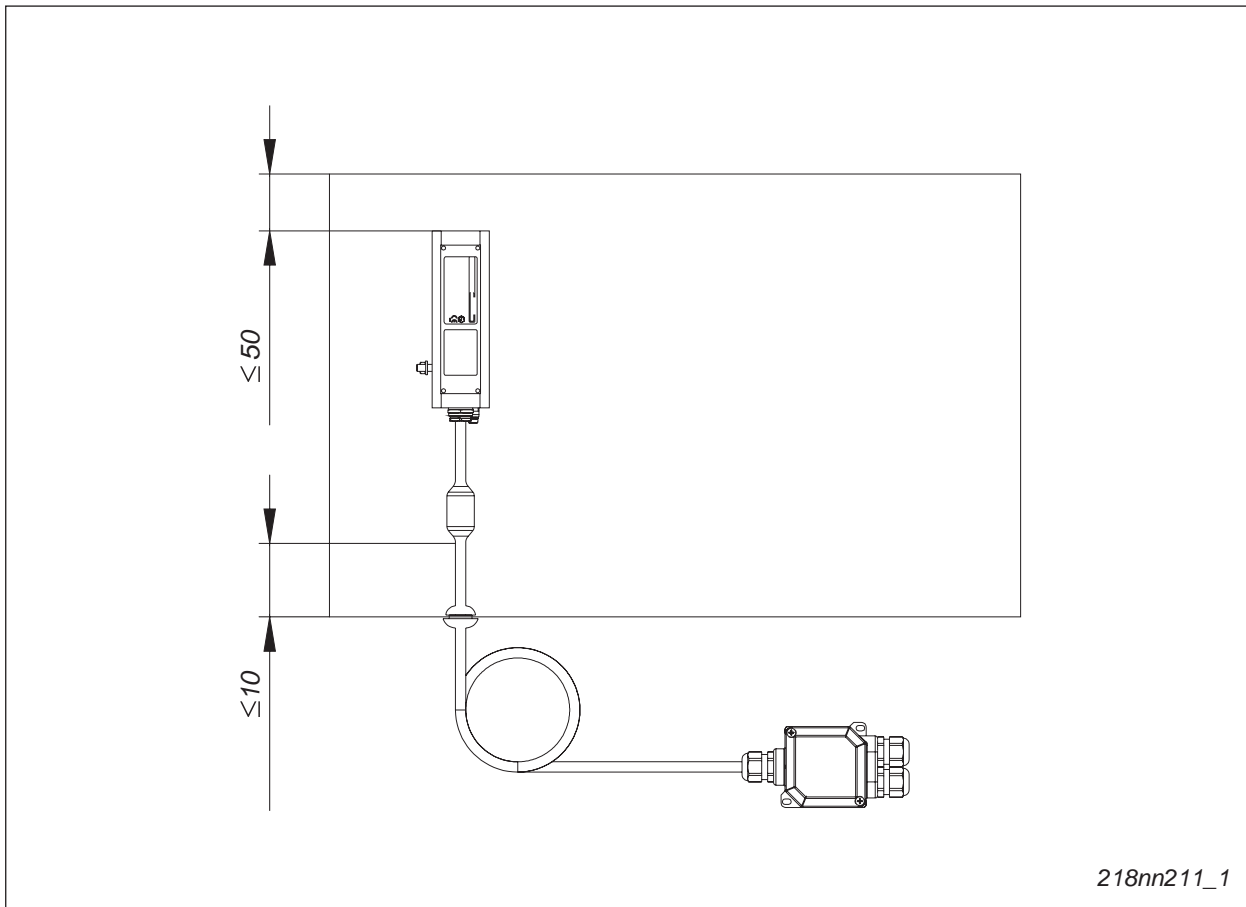

Fig. 3-18 Einbaulage und Mindestabstände
3. Neuen Heizkörper befestigen. Die Heizkörperrippen müssen senkrecht stehen. Mindestabstand zum Schaltschrankgehäuse (→ Seite 3-75, Fig. 3-18) beachten. Das Typenschild muss lesbar sein.